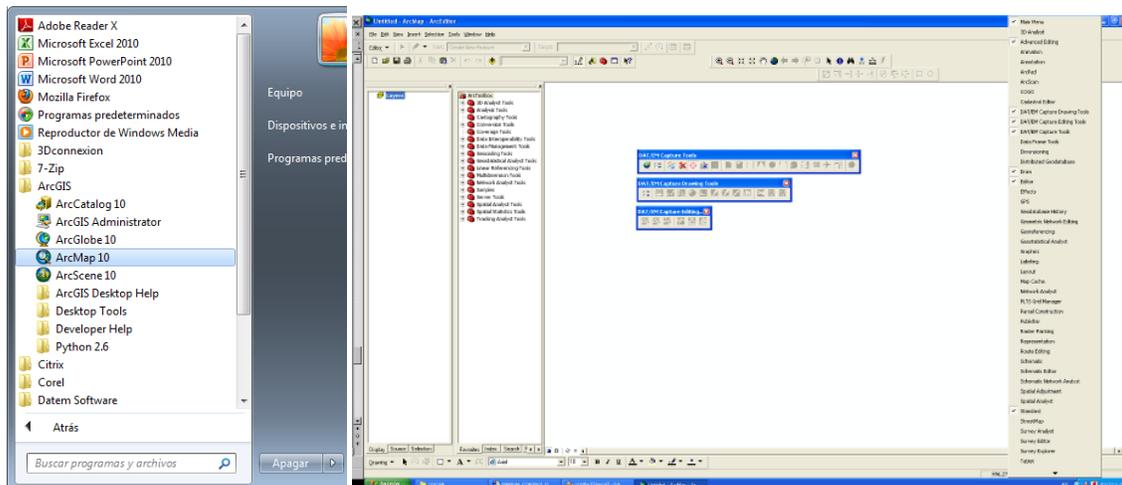

Figura 34. Iniciar Arcmap
4. Inicie ArcMap y verifique si aparecen las herramientas del DAT/EM; de lo contrario actívelas desde la barra de herramientas (dando doble click en un área libre de la barra de menús) del programa. (Ver Figura 34).